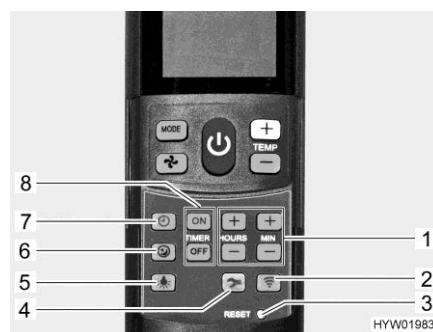

Fig. 176 Telecomando con tasti di impostazione (impianto di climatizzazione)
- Premere il tasto funzionamento silenzioso (Fig. 176,6). Durante il raffreddamento la ventola funzionerà ad un numero di giri inferiore, pertanto risulterà meno rumorosa.
- Premere il tasto ora (Fig. 176,7).
- Impostare le ore e i minuti con i tasti (Fig. 176,1).
- Premere il tasto "ON" (Fig. 176,8).
- Premere i tasti per l'impostazione degli orari (Fig. 176,1) fino a che non è stato raggiunto l'intervallo orario desiderato per l'accensione.
- Premere il tasto "OFF" (Fig. 176,8).
- Premere i tasti per l'impostazione degli orari (Fig. 176,1) fino a che non è stato raggiunto l'intervallo orario desiderato per lo spegnimento.
- Disattivazione del timer:* ■ Premere di nuovo il tasto "ON" o il tasto "OFF" (Fig. 176,8).
- Accensione illuminazione:* ■ Premere il tasto luce (Fig. 176,5). La luce viene accesa all'ultimo livello di regolazione impostato.
- Regolazione illuminazione:* ■ Premere e tenere premuto il tasto luce (Fig. 176,5), finché non si raggiunge la luminosità desiderata.
- Spegnimento illuminazione:* ■ Premere il tasto luce (Fig. 176,5).
- ▷ Il tasto Setup (Fig. 176,4) permette di collegare il telecomando all'impianto di climatizzazione al omento della prima messa in funzione.